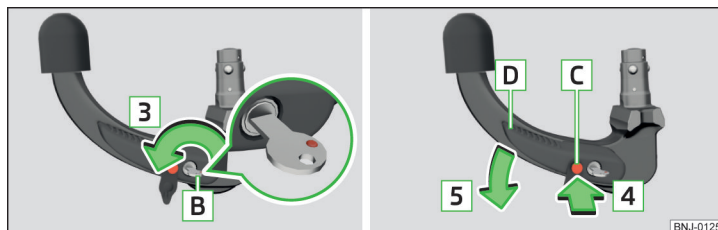

Fig. 152 Sblocco della serratura / pressione del dado di innescò e della leva di comando
- Ruotare la chiave **B** in direzione della freccia **3**, in modo che il suo contrassegno rosso sia rivolto verso l'alto » fig. 152.